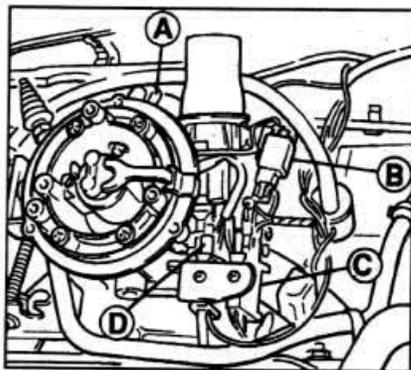

Рис. 2В.37. Электрические разъемы на двигателе CFI 1,4 дм³.
- На моделях CFI, отделите двигатель управления акселератором, датчик положения дроссельной заслонки и многовыводные разъемы инжектора (см. рис. 2В.37).